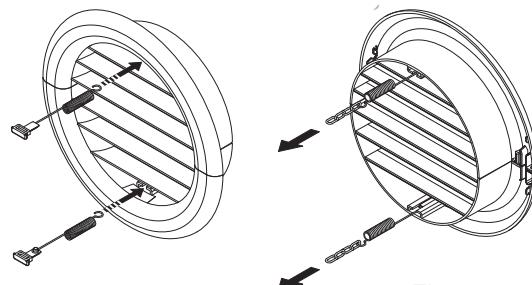

Fig. 9
- Inserte las dos tapas (con resorte), en la parte de lantera de la rejilla exterior, en sus alojamientos, tirando hacia arriba al clic. (Fig. 9)